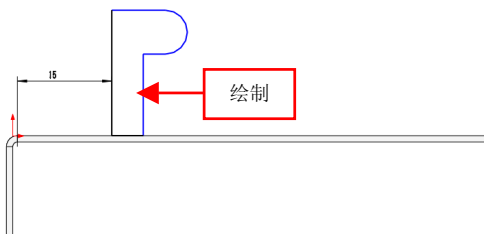

图 13-13 绘制相应的草图
(8) 在 FeatureManager 设计树中，选择【草图 12】选项，单击【编辑草图】按钮，进入草图编辑环境，绘制相应的草图对象，如图 13-13 所示。